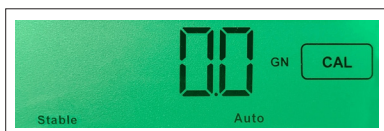

Fig. 1
Paso 1. Asegúrese de haber quitado la bandeja de polvo de la platina de la báscula. Cuando encienda la báscula, aparecerá a lo largo de la pantalla 99999 durante unos segundos y luego se iniciará una cuenta regresiva hasta que se muestre 0.0 GN (modo de grano). Una vez que aparezca "Stable" ("Estable") en pantalla, la báscula estará lista para proceder con la calibración. Véase Fig. 1